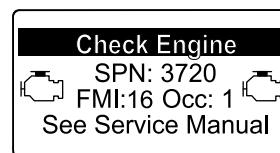

Figura 81
- Advertencia del motor SPN 3720, FMI 16 (Figura 81)